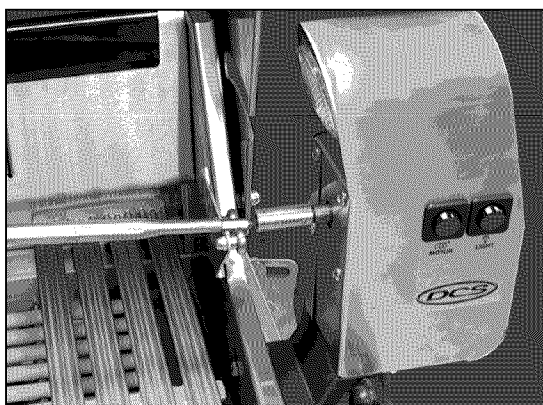

FIG. 48
1. Insérez le tournebroche préparé dans le moteur et sur l'autre côté, dans la gorge (Fig. 48).